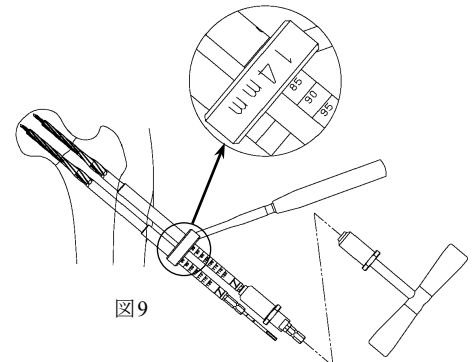

図9
- 4) ガイドピンスリーブを取り外し、ステップリーマーにてガイドピンが滑頭を貫通しないよう、イメージインテンシファイヤー (X線透視) で確認しながら平行にリーミングします。パラレルガイド近位側が確実に骨面に接触した状態で、目盛りを読み取ります。(図9)